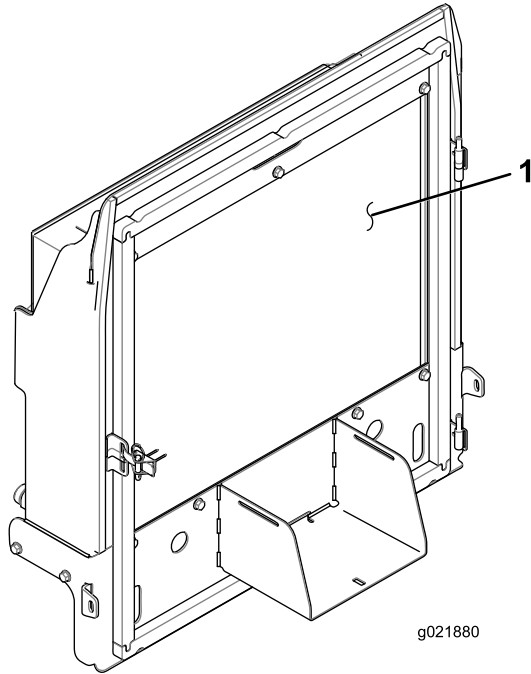

Figura 83
4. Limpie a fondo ambos lados del radiador y del enfriador de aceite con aire comprimido (Figura 83).